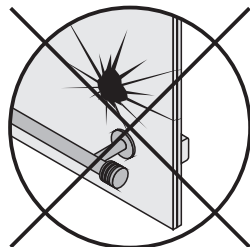

Рис. 6
3.8. Запрещается пользоваться дизайн-радиатором, если нагревательная панель имеет механические повреждения (рис. 6).